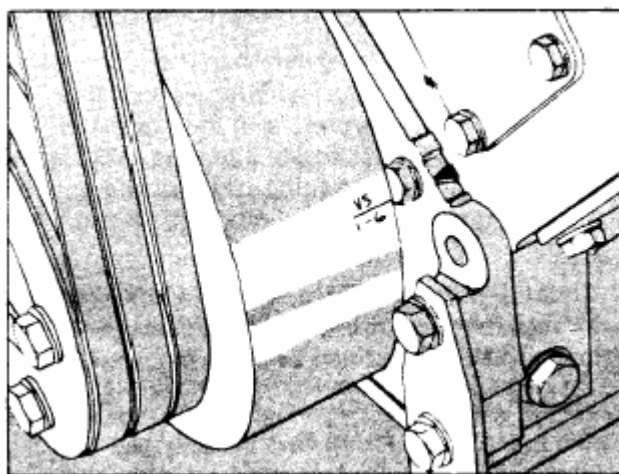
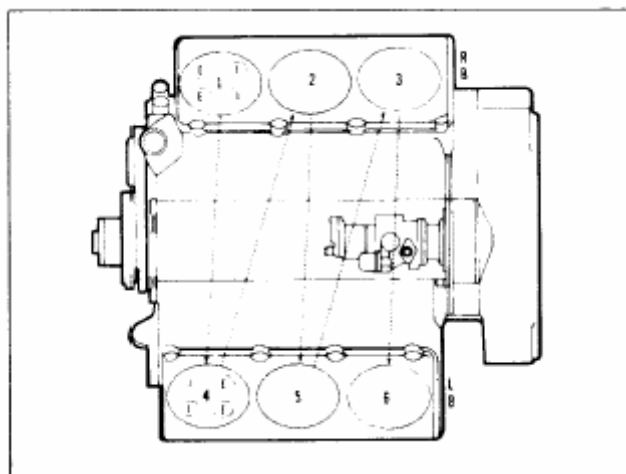
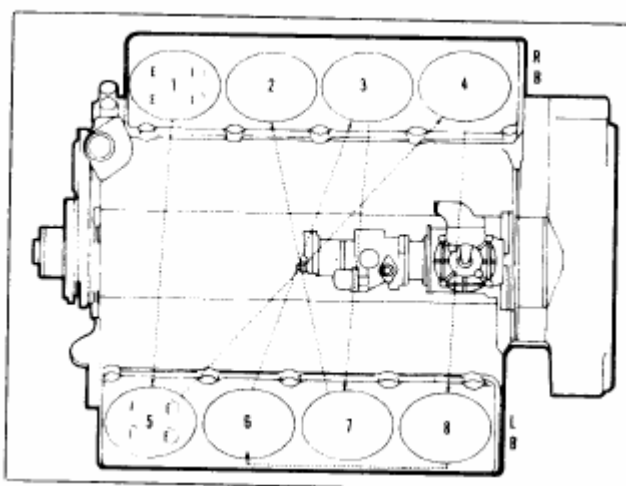

Рис.2-28. (OM1035L). Маркировка клапана- двигатель V/VT 555 C.I.D
Рис.2-29. (V11461). Порядок зажигания в двигателе V6
Рис.2-30. (V11462). Порядок зажигания в двигателе V8
1. Проворачивайте коленчатый вал в направлении вращения до тех пор, пока не появится отметка No.1 «VS», которая находится на демпфере вибраций или на шкиве коленчатого вала. Смотрите рис.2-28, на котором показано место, где находится эта отметка. В этом положении как впускной, так и выпускной клапан цилиндра No.1 должны быть закрыты. В противном случае, необходимо провернуть коленчатый вал еще на один оборот. Порядок зажигания приведен в таблице 2-6, а также схематично показан на рис.2-29 и на рис.2-30.